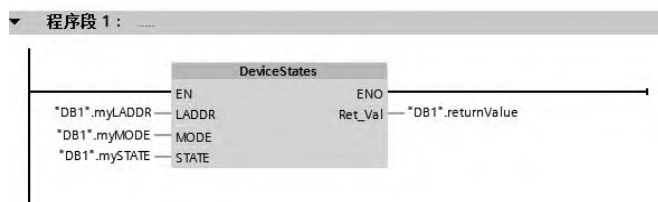

图 10-29 OB30 中的程序
③ 在循环组织块 OB30 中，编写程序，如图 10-29 所示。